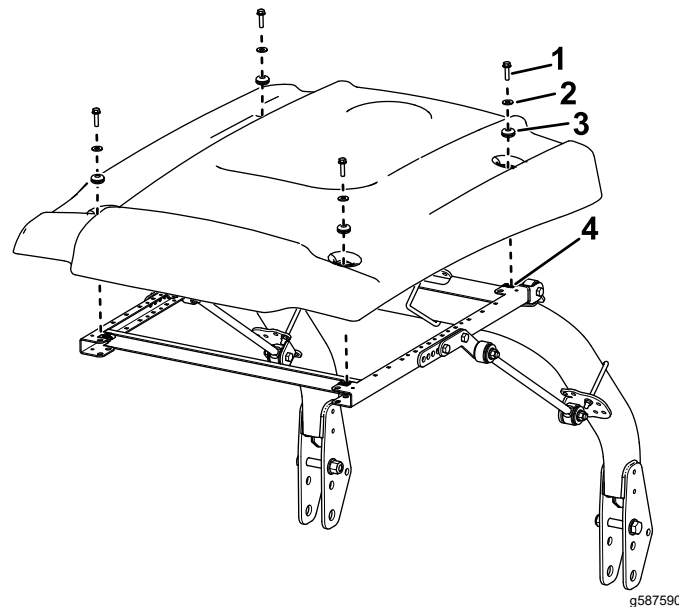

図 41
15. 図 41 に示すようにサンシェードをフレームに載せて、取り付け穴を整列させる。
16. サンシェードの各コーナー部をフレームに仮止めするフランジヘッドボルト 5/16 x 1" 1本、小さいワッシャ 1枚、ハトメ 1 個を使用する図 41。